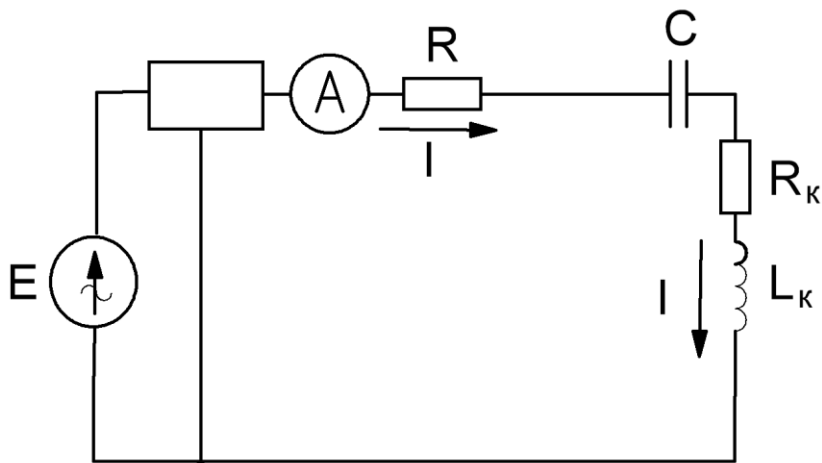

Рис.1
1. Собрать на стенде схему (Рис.1). Измерить ток, напряжение на всех элементах схемы, общее напряжение и частоту.